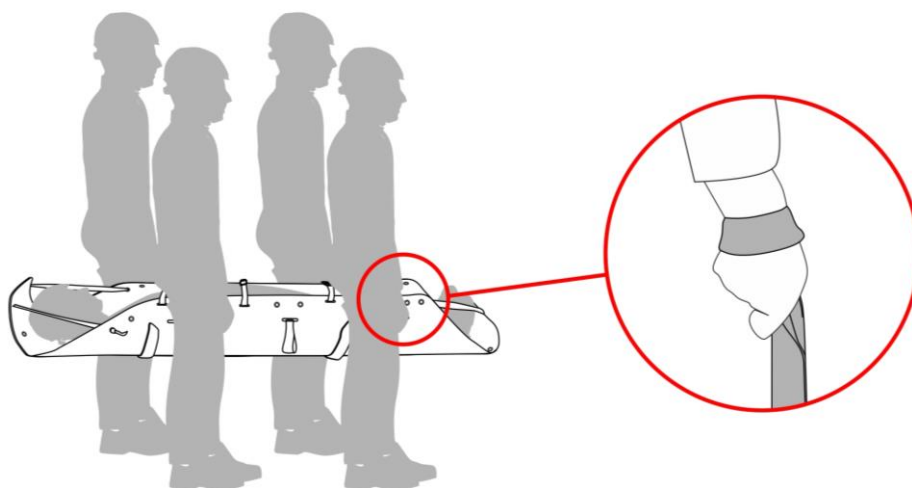
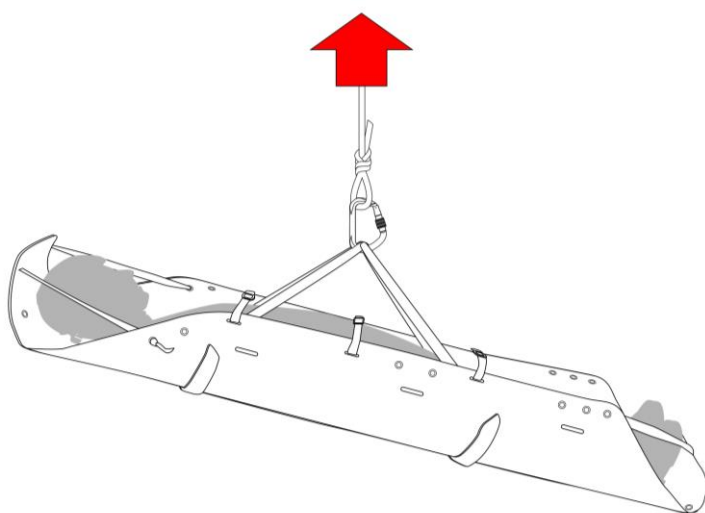
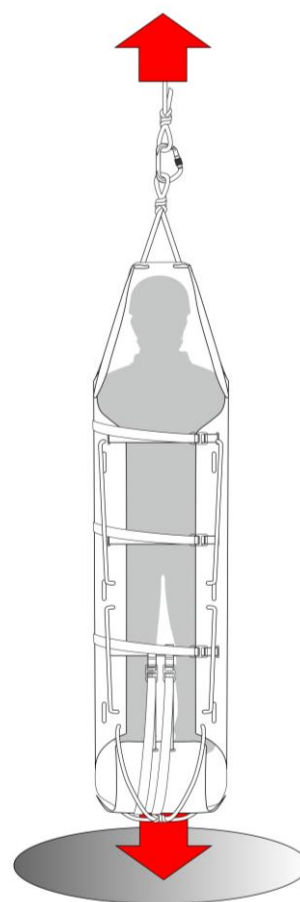

Fig. 3
Fig. 4
Fig. 5
- sollevamento e trasporto manuale mediante le maniglie (J) - (fig. 3): 1:3 = carico d'uso 150 kg
- sollevamento con dispositivi di salvataggio mediante sospensiva (O) - (fig. 4), 1:10 = carico d'uso: 150 kg
- sollevamento e trasporto con elicotteri mediante sospensiva (O) - (fig. 4), 1:14 = carico d'uso: 100 kg
- calata e/o recupero in verticale con dispositivi di salvataggio mediante la corda (N) - (fig. 5), 1:10 = carico d'uso: 150 kg
La barella è adatta per sollevare e trasportare il paziente mediante le maniglie laterali (fig. 3), la sospendita (fig. 4) e calarlo o recuperarlo in verticale mediante la corda statica (fig. 5).